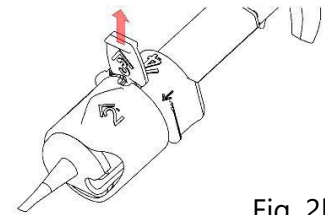

Fig. 2b
6. Remova a rolha vermelha indicada '3' puxando e descartando-a (Fig. 2b).